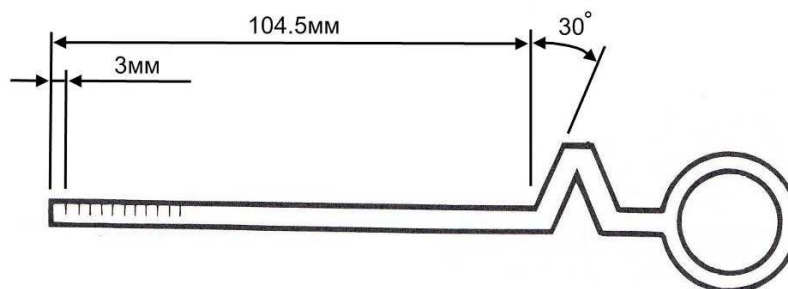

Рисунок 1.5
– Дождавшись отстоя масла в картере компрессора (10-15 минут), сделать замер масла. Уровень должен быть в пределах 3-5 рисок щупа, (Рис.1.5) что соответствует общему объёму смеси масла и жидкости-индикатора в картере компрессора равному 185±5 мл.